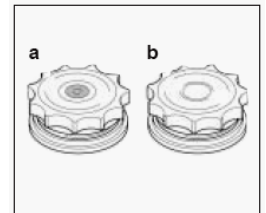

Рис. 1
■ Шланг для подачі води необхідно приєднати до водопровідного крану таким чином, щоб коли машина не використовується, подача води припинялась (рис. 1 В).
- кришка контейнера для солі з індикатором зеленого кольору (рис. 1а), який залишається видимим весь час, коли у пристрої достатньо солі для регенерації. Коли поверхня зеленого кольору втиснута у кришку, необхідно додати у пристрій солі. Інші моделі обладнано глухою кришкою (рис. 1б). У цьому випадку, необхідно періодично виконувати перевірку рівня солі, відповідно до регулювання блоку пом'якшення води.
2. Після цього, візьміть корзину з обох боків і підніміть її вгору (рис. 1). Посуд, діаметр якого перевищує 20 см більше не можна завантажувати у верхню корзину і мобільні підставки більше не можна використовувати, коли корзина знаходиться у верхньому положенні.
■ Тарілки можна завантажувати в один ряд (рис. 1) або у два ряди (рис. 2).
Стандартний обсяг посуду при завантаженні відображено на рис. 1, 2 і 3.
Верхня корзина (рис. 1)